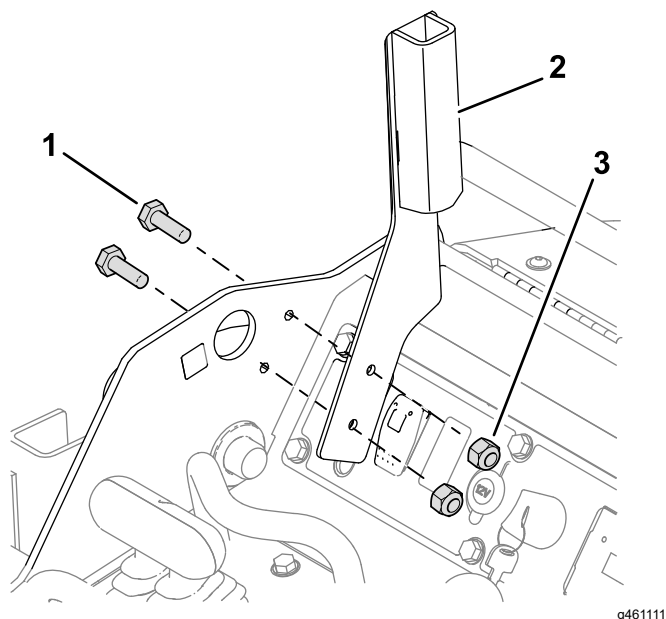
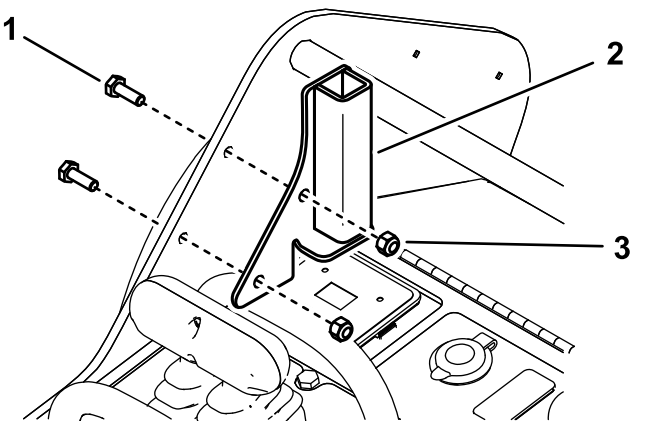

Figura 6
Figura 7
3. Cu ajutorul consolelor selectate în **2 Alegerea consolei de scut corecte (Pagină 2)**, montai consola scutului stânga pe cadrul din stânga cu 2 uruburi ($\frac{1}{4} \times \frac{3}{4}$ ") i 2 contrapiulie ($\frac{1}{4}$ ") aa cum se arată în **Figura 6** i **Figura 7**.